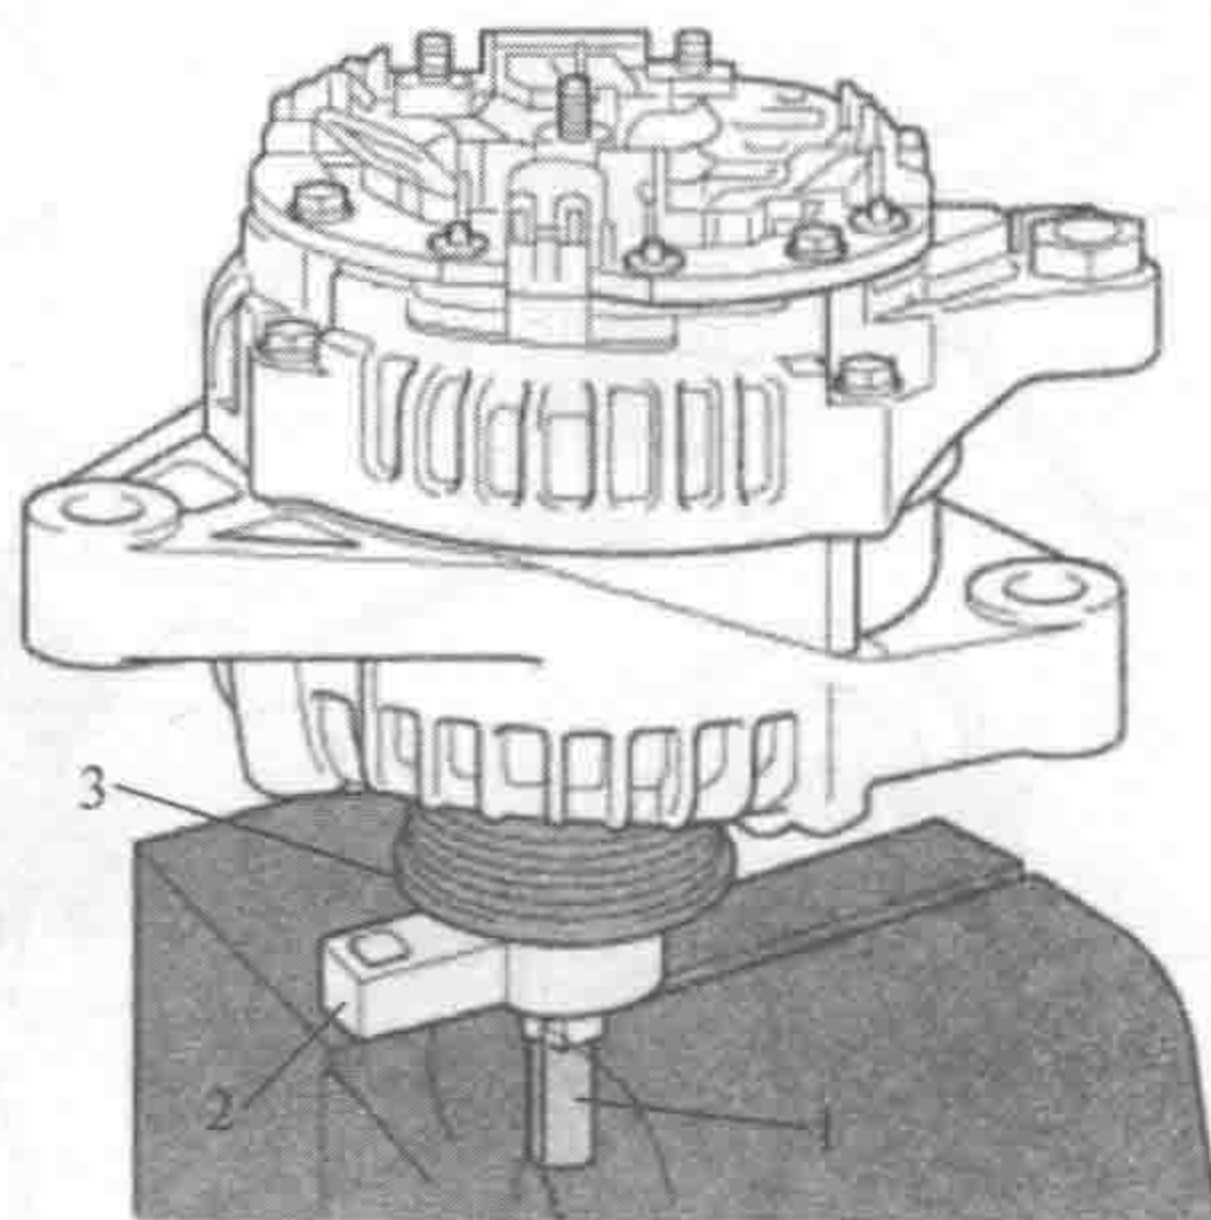

图 1-12 固定专用工具 SST (A)
如图 1-12 所示,在台虎钳上,使 SST (A) 的末端平面部分保持不动。